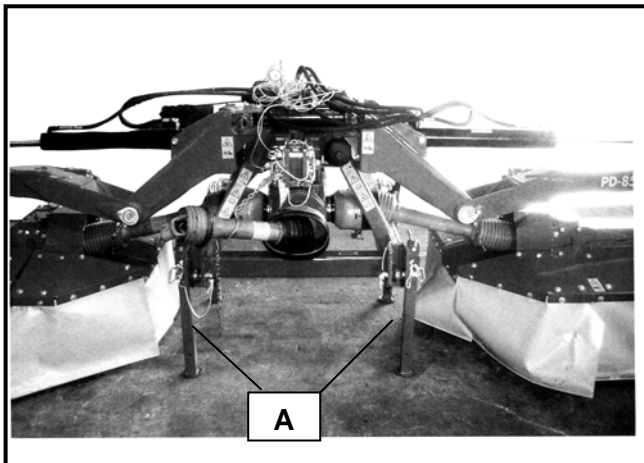

Abb. 27: Abstellstütze
**Schwenken Sie** die **Abstellstütze (A)** herunter und sichern Sie diese (siehe Abb. 27)